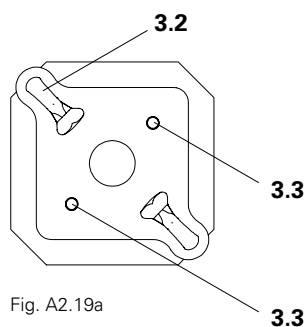

Fig. A2.19a
1. Placer l'étais (1) sur la rallonge MP 50 (3).
2. Les goupilles de centrage (3.3) du rallonge s'engagent dans les alésages de la platine de pied (1.8) ou de la platine de tête de l'étais (1.9) de l'étais. (Fig. A2.19a)